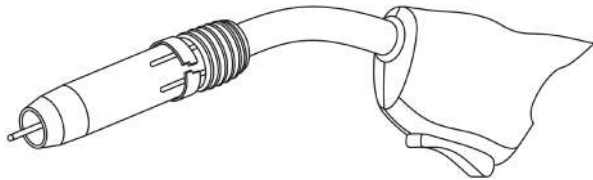

Рис. 8.4.5. Порядок заправки сварочной проволоки.
4. Заправьте сварочную проволоку (см. рис. 8.4.5). Для этого откройте механизм подачи проволоки.